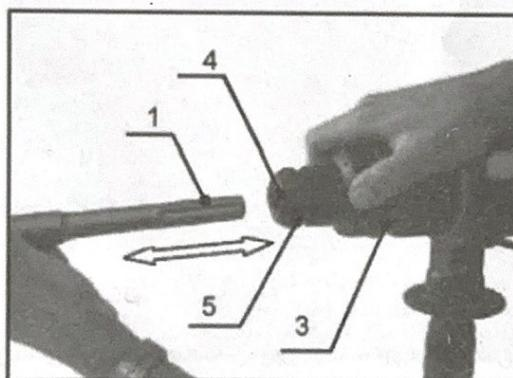

Рис. 3
2. Оттяните назад запорную втулку (поз.3, рис.3)
3. С одновременным вращением введите инструмент в инструментальное гнездо (поз.4, рис.3) до упора.
6. Проверяйте, не повреждён ли пылезащитный колпак (поз.5, рис.3).
Для извлечения инструмента отведите запорную втулку (поз.3, рис.3) назад и вытащите инструмент.